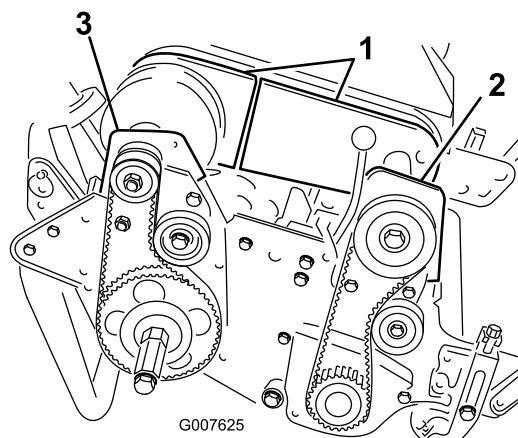

図 35
4. デファレンシャル・カバー（前半分と後半分）のボルトを取り、カバーを外してベルトが見えるようにする（図 35）。
6. 前クラッチ・ハウジングをサイド・プレートに固定しているボルト 2 本を外す（図 35）。
8. 右後ベアリング・ハウジングをサイド・プレートに固定しているボルト 2 本とロックナットを外す（図 35）。